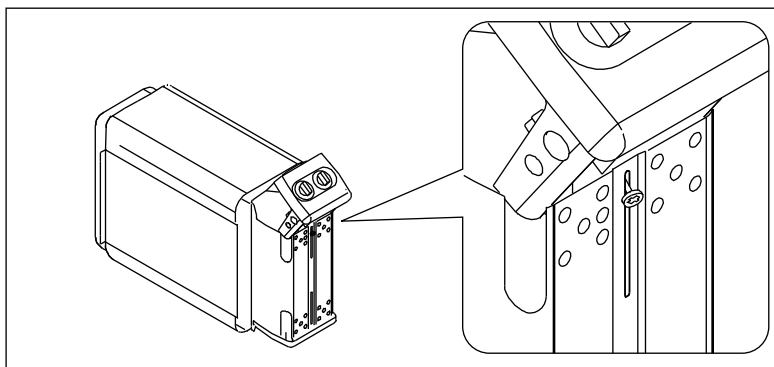

Рисунок 8. Подключение соединительного кабеля
4. Когда кабель присоединен, торцевая часть с приборами управления осторожно возвращается в электрокоробку. См. рис. 8. Перед затяжкой крепежного шурупа убедитесь, что край электрокоробки находится в дне паза торцевой части.
- Каменка гибким проводом подсоединяется к соединительной коробке (рис. 8: А) на стене сауны. Соединительная коробка должна быть брызгозащитной и находиться на расстоянии не выше 500 мм от пола.
- В качестве кабеля (рис. 8: В) следует использовать резиновый кабель типа H07RN-F или подобный.